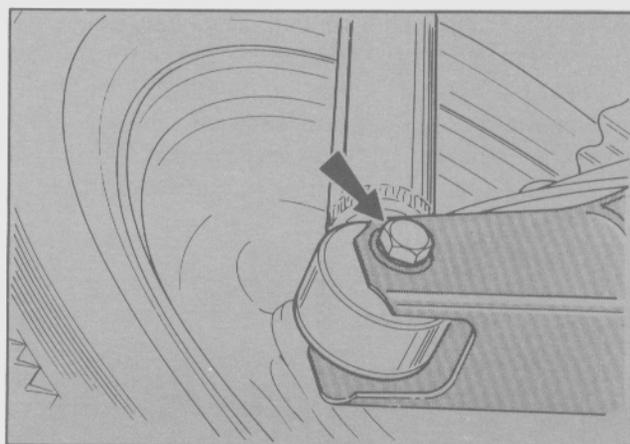

Fig. 44. Montaje inferior del amortiguador en el brazo inferior de la suspensión
- Extraer el tornillo y la tuerca de fijación del montaje inferior del amortiguador al brazo inferior (Fig. 44).